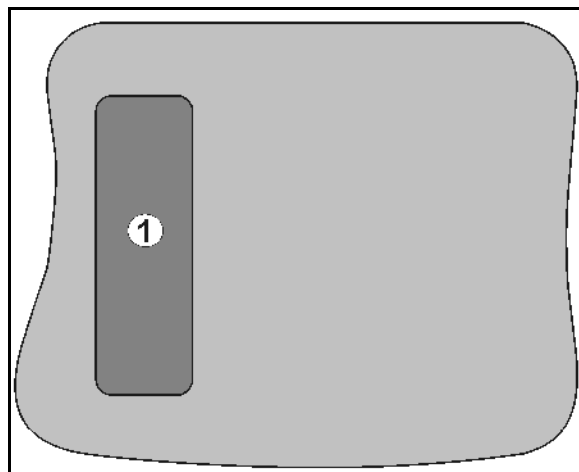

Fig. 8
- En la parte trasera del aparato se encuentra la tecla Shift  (Fig. 8/1).